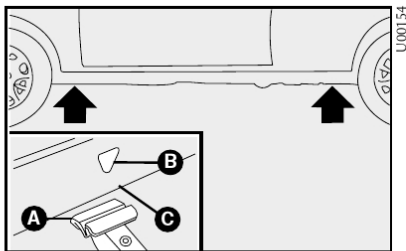

fig. 5
3) colocar o macaco onde está marcado o símbolo ▲ B-fig. 5, perto da roda a substituir, e certificar-se de que a ranhura A do macaco esteja bem encaixada na longarina C - fig.5.